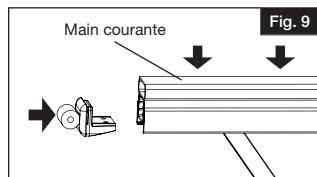
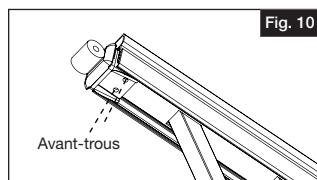

Fig. 9
Fig. 10
- Mesurer la longueur de la section de rampe, et couper la main courante (vendue séparément) à la même longueur. Appuyer sur la main courante pour assurer qu'elle est bien installée sur la section de rampe (Fig. 9).
- Aligner le support d'escalier du haut sur l'extrémité seulement au haut de l'escalier (Fig. 9). En se servant des avant-trous comme guide, utiliser une mèche de 1/8 po (3,2 mm) pour percer à travers la rampe en s'assurant que les trous ne passent pas à travers la surface de la main courante. Suivre ce processus pour le haut de l'escalier seulement (Fig. 10).